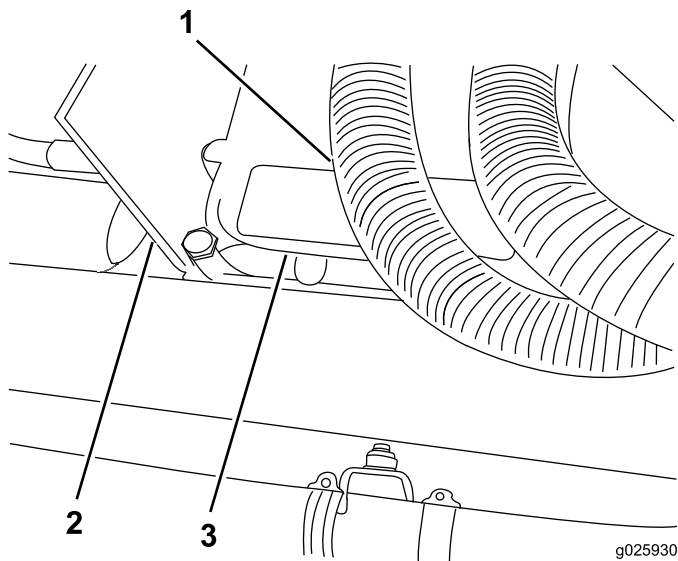

図 19
2. **1750の場合は**ワイヤハーネスを、カバーの下を通して電子コントローラに接続する図 19。